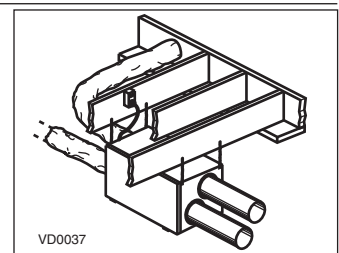

Figure 3
Suspendre l'appareil à l'aide des quatre (4) chaînes et ressorts fournis avec l'appareil (Voir les Figures 3 et 4).